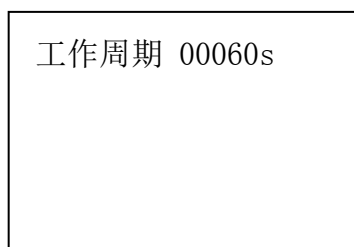

图 4 工作周期设置界
(1) 进入“定频”（早期版本为“手动”）模式，可设置数字变频器工作频率：20-60Hz（早期版本为 25-50Hz），对反色显示的位，按 UP 键，增加数值 1，按 DOWN 键，减小数值 1。该位数值设定好后，按 SET 键选择下一位。设置完小数点后的一位后，再按 SET 键，显示“设置完成”，随后进入开机页面。
(2) 进入“周期”模式，显示工作周期，如图 4 示，出厂值为 60 秒（最小值）。